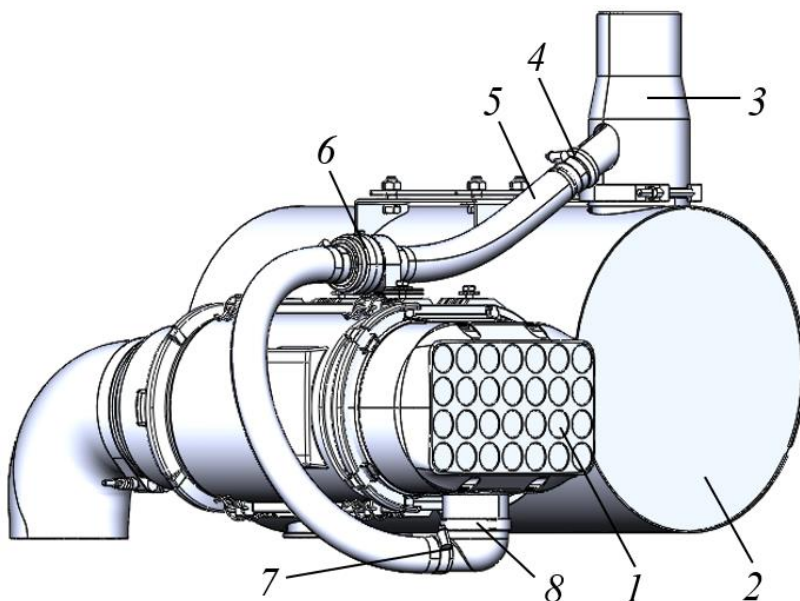

Рисунок 3.60. Эжекционная система очистки воздуха
Система (см. рис. 3.60) предназначена для удаления крупных частиц пыли, грязи или песка, попавшего в корпус фильтра и осевшего в нижней его части перед основным воздушным фильтром. Система эжекции с корпусом фильтра по Типу 1 идентична.
- ▶ Ослабить червячные хомуты 4 и 7 рис. 3.60.